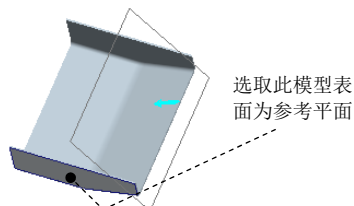
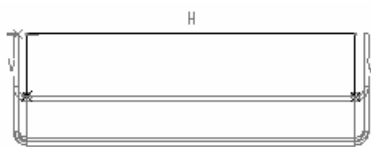

图 11.6.17 草绘平面
图 11.6.18 截面草图
② 在操控板中单击 **形状** 选项卡，在系统弹出的界面中选中 ☒ **高度尺寸不包括厚度** 单选项，然后单击 **草绘...** 按钮，系统弹出“草绘”对话框，确认草绘的箭头方向如图 11.6.17 所示（如方向不一致，可单击对话框中的 **反向** 按钮切换箭头方向），再选取图 11.6.17 所示的模型表面为草绘参考平面，方向为 **左**；单击 **草绘** 按钮，绘制图 11.6.18 所示的截面草图。